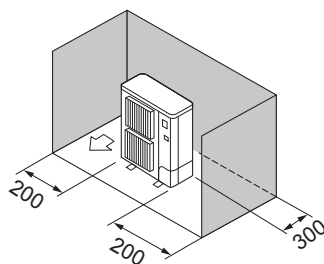

Fig. 2-5
- ③ Кедергілер тек артқы және бүйір жағында (Fig. 2-5)